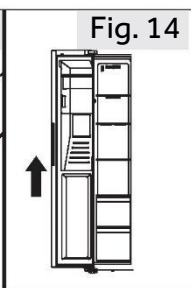

Fig. 14
4. Levante a porta para a remover (Fig.14). Ao retirar a porta do congelador, levante-a suficientemente alto para retirar a ligação de água do fundo do aparelho.